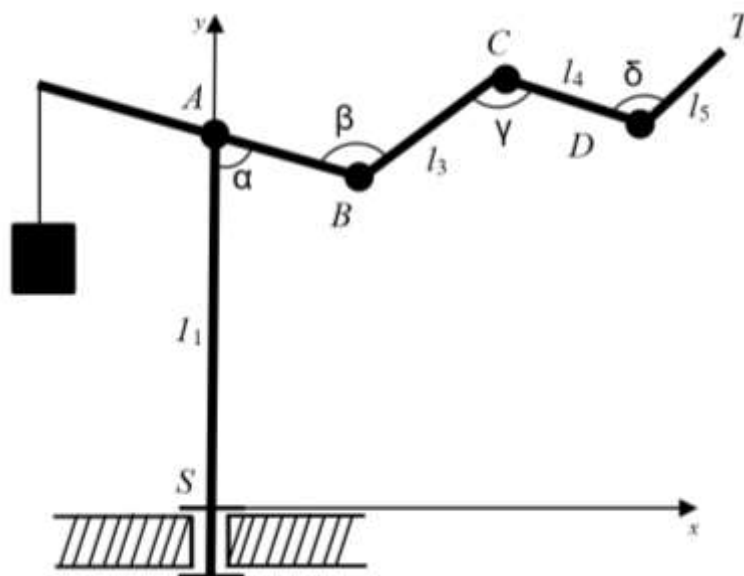

Рис. 5. Новый вариант манипулятора
10.3. Чтобы «облегчить» работу сервоприводу на вершине A первого звена, Саша решил перенести точку крепления второго звена к сервоприводу A ближе к точке B (рис. 5), освободившийся конец звена